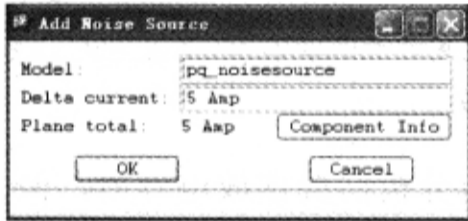

图 9-7-19 噪声源设置窗口
(7) 在 Allegro PCB PI optionXL 窗口中单击鼠标右键，在弹出的菜单中选择“Add Noise Source”，会再次显示“Add Noise Source”对话框，如图 9-7-19 所示。